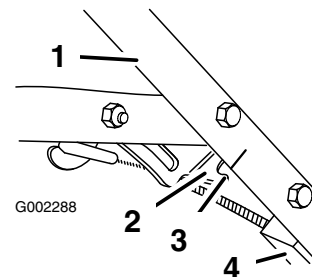

Figura 25
4. Afloje la contratuerca del soporte del cable (Figura 25).